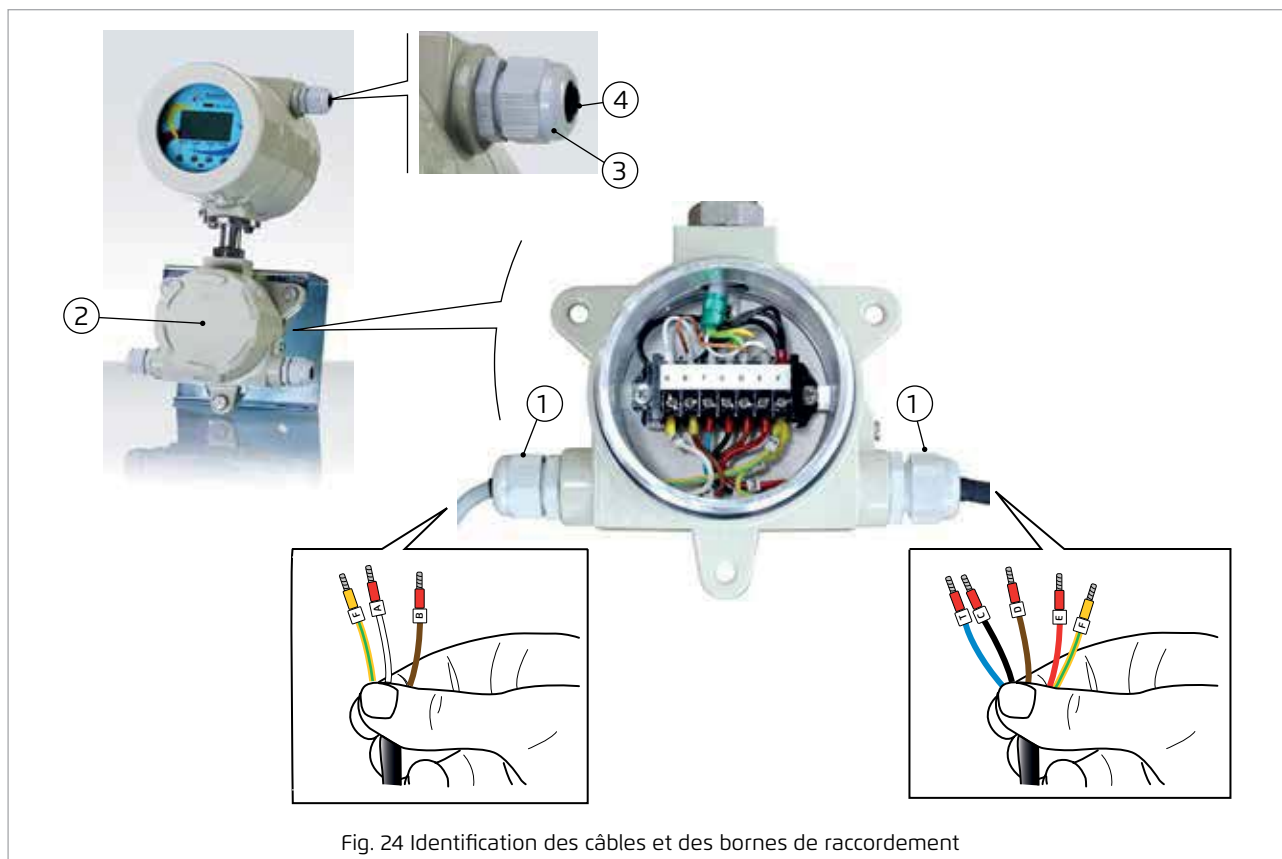

Fig. 24 Identification des câbles et des bornes de raccordement
- i** Tous les câbles d'alimentation et câbles de signaux à raccorder au bornier de la boîte de dérivation (dans le cas de la version séparée) sont préalablement identifiés par le fabricant par l'application de pinces spéciales numérotées qui facilitent l'identification des bornes de raccordement correctes (Fig. 24).
- ⚡** **ATTENTION** : après avoir effectué toutes les connexions nécessaires, assurez-vous de bien serrer les presse-étoupes (ex. 1, Fig. 24) et le capot (2, Fig. 24) de manière à garantir l'isolation des câbles et des cartes électriques/électroniques de l'humidité et de l'eau dans le cas où le convertisseur est installé à l'extérieur.
- !** Tous les presse-étoupes non utilisés (ex. 3, Fig. 24) doivent toujours être fermés avec les rondelles d'étanchéité correspondantes (es. 4, Fig. 24).
- !** Les presse-étoupes utilisés (ex. 1, Fig. 24) conviennent à l'utilisation de câbles multiconducteurs d'un diamètre minimum de 5 mm jusqu'à un diamètre maximum de 12 mm (ex. 4, Fig. 24).